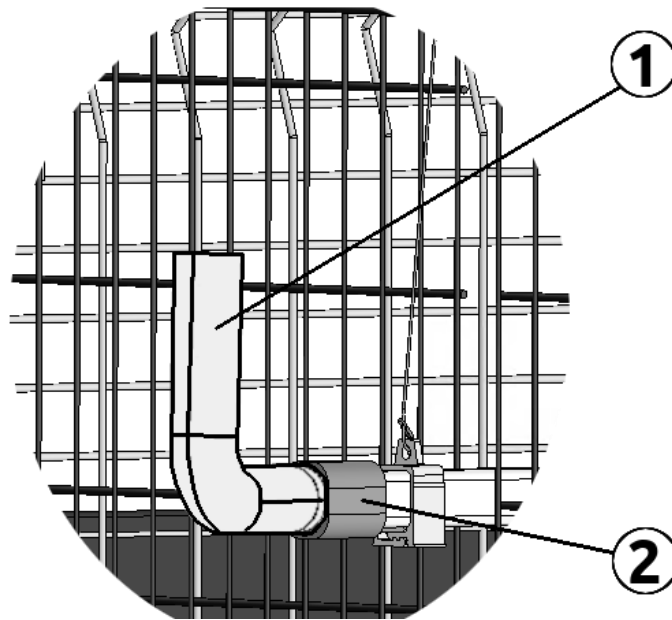

Рисунок 2.10
Узел визуального контроля уровня воды (рис. 2.10) устанавливается на приводных (задних) станциях клеточных батарей. Узел представляет собой гибкий прозрачный шланг (1), один конец которого соединен переходником (2) с линией труб поения, второй - фиксируется к приводной станции, выше линии труб поения. Прозрачный шланг позволяет контролировать требуемый уровень водяного столба в линии.